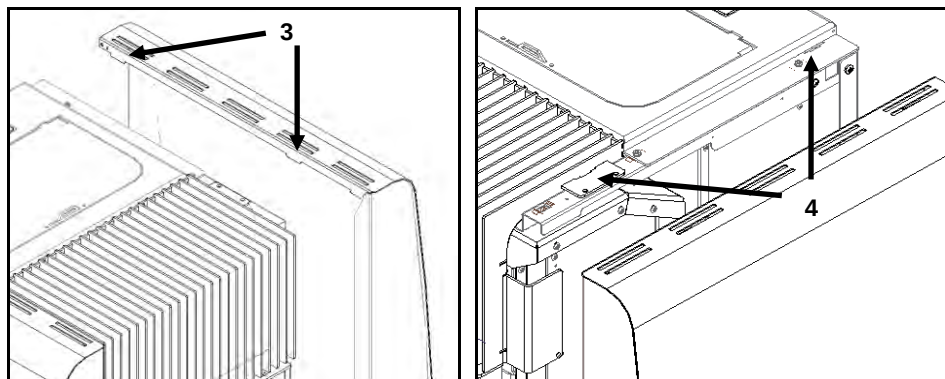

Figura 101 – Colocação das envoltentes
d) De seguida, encaixar primeiro os furos inferiores **1** das capas laterais, nos guias **2** que se encontram no fundo da máquina, depois no sentido descendente encaixar os apoios **3** nos rasgos **4**, como demonstra a Figura 101.